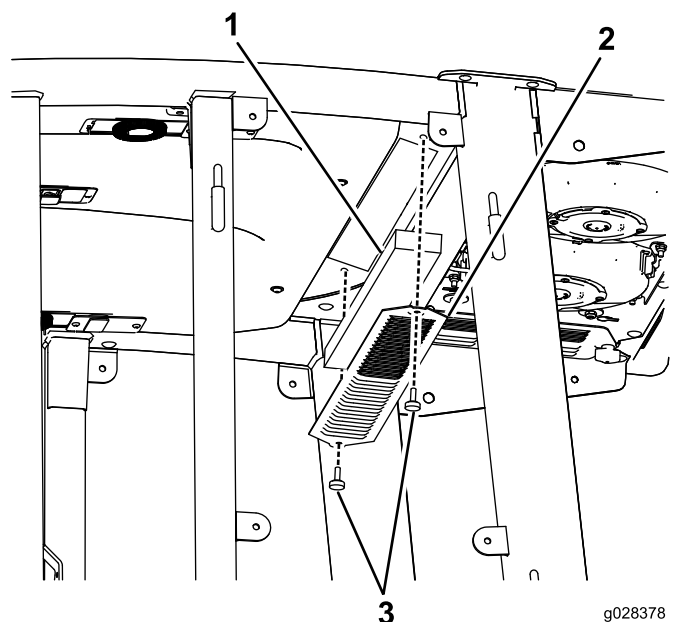
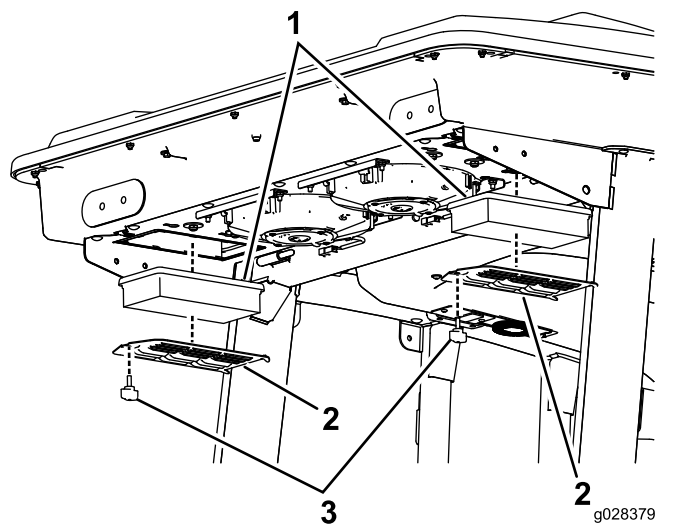
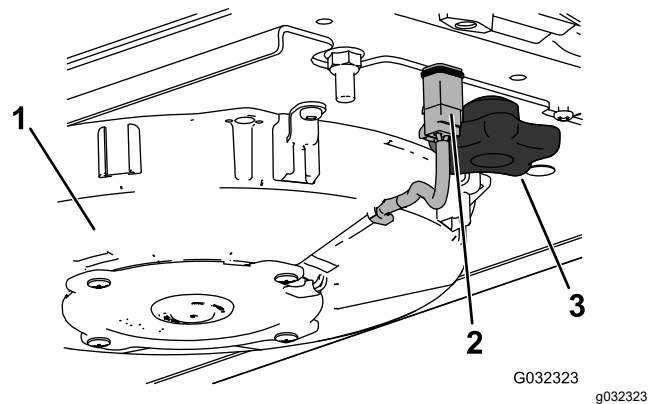
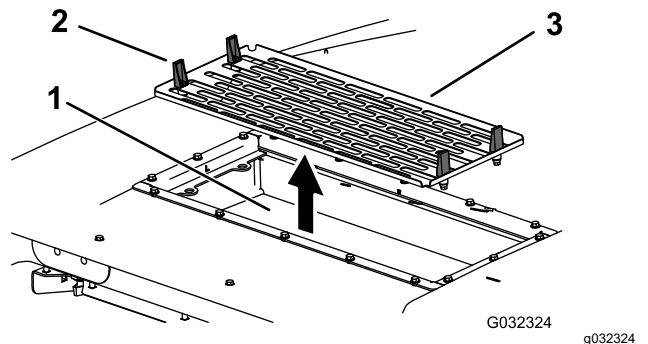

Figure 93
Figure 94
Figure 96
Figure 97
1. Retirez les vis et les grilles des filtres à air intérieur et arrière de la cabine (Figure 93 et Figure 94).
4. Déposez les filtres à air (voir Figure 94).
6. Reposez les filtres à air, la grille et le ventilateur (Figure 94, Figure 96 et Figure 97).
7. Rebranchez le câble de chaque ventilateur (Figure 96).